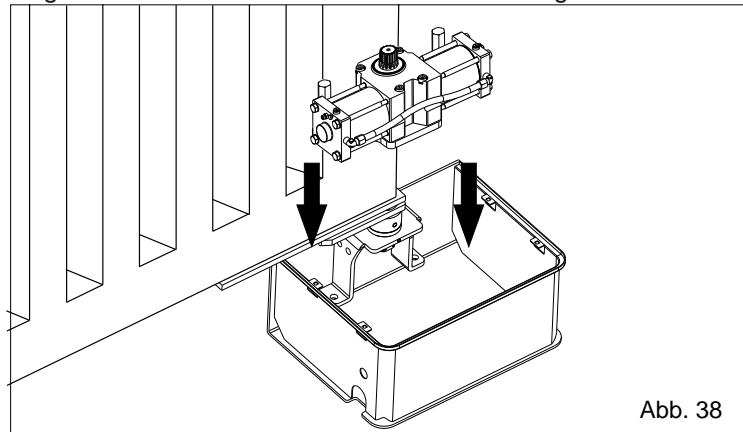
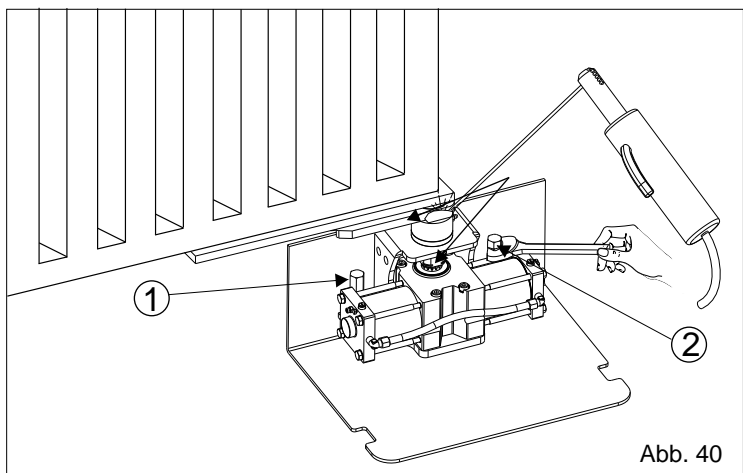

Abb. 38
Abb. 40
**12.1.** Den Antrieb manuell in das tragende Gehäuse einsetzen (Abb.38), die Keilwelle des Antriebs in die Keilbuchse des Gehäuses einführen und den Antrieb mit den dafür vorgesehenen Schrauben wie in Abb. 40 befestigen.